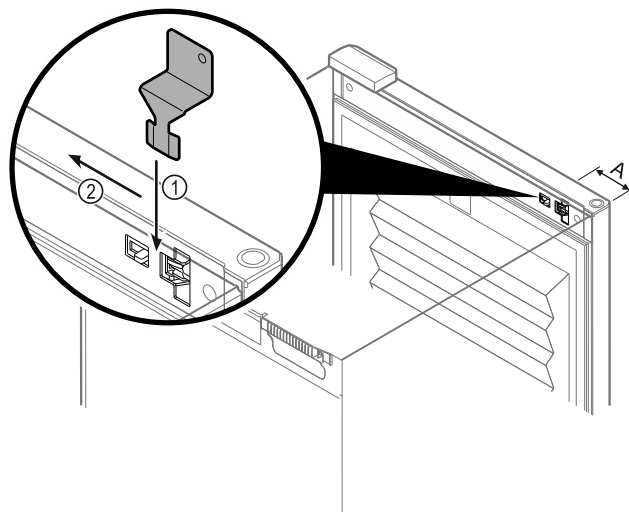

Fig. 228
- ▶ Coloque la llave de desbloqueo de emergencia en el lugar indicado Fig. 228 (A) ≈ 100 mm (3 15/16 in).
- Introduzca la llave de desbloqueo de emergencia Fig. 228 (1) entre la puerta y el cuerpo del electrodoméstico desde la parte superior hasta el tope.
- Tire de la llave de desbloqueo de emergencia hacia la bisagra. Fig. 228 (2)